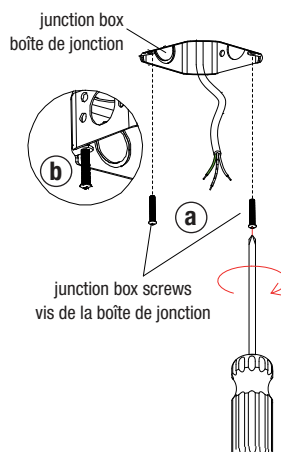

Fig. 2a
2. Make sure that the distance between two screws that will be installed on the junction box matches the two built-in keyholes mounting slots of the back housing. Screw the mounting screws into the junction box, leaving space to be able to insert the luminaire (Fig. 2a, steps "a" and "b").
2. S'assurer que la distance entre les deux vis qui vont être vissées sur la boîte de jonction correspond aux deux fentes de montage en forme de trou de serrure intégrées du boîtier arrière du luminaire. Visser partiellement les vis de montage dans la boîte de jonction en laissant un espace pour y installer le luminaire (Fig. 2a, étapes "a" et "b").